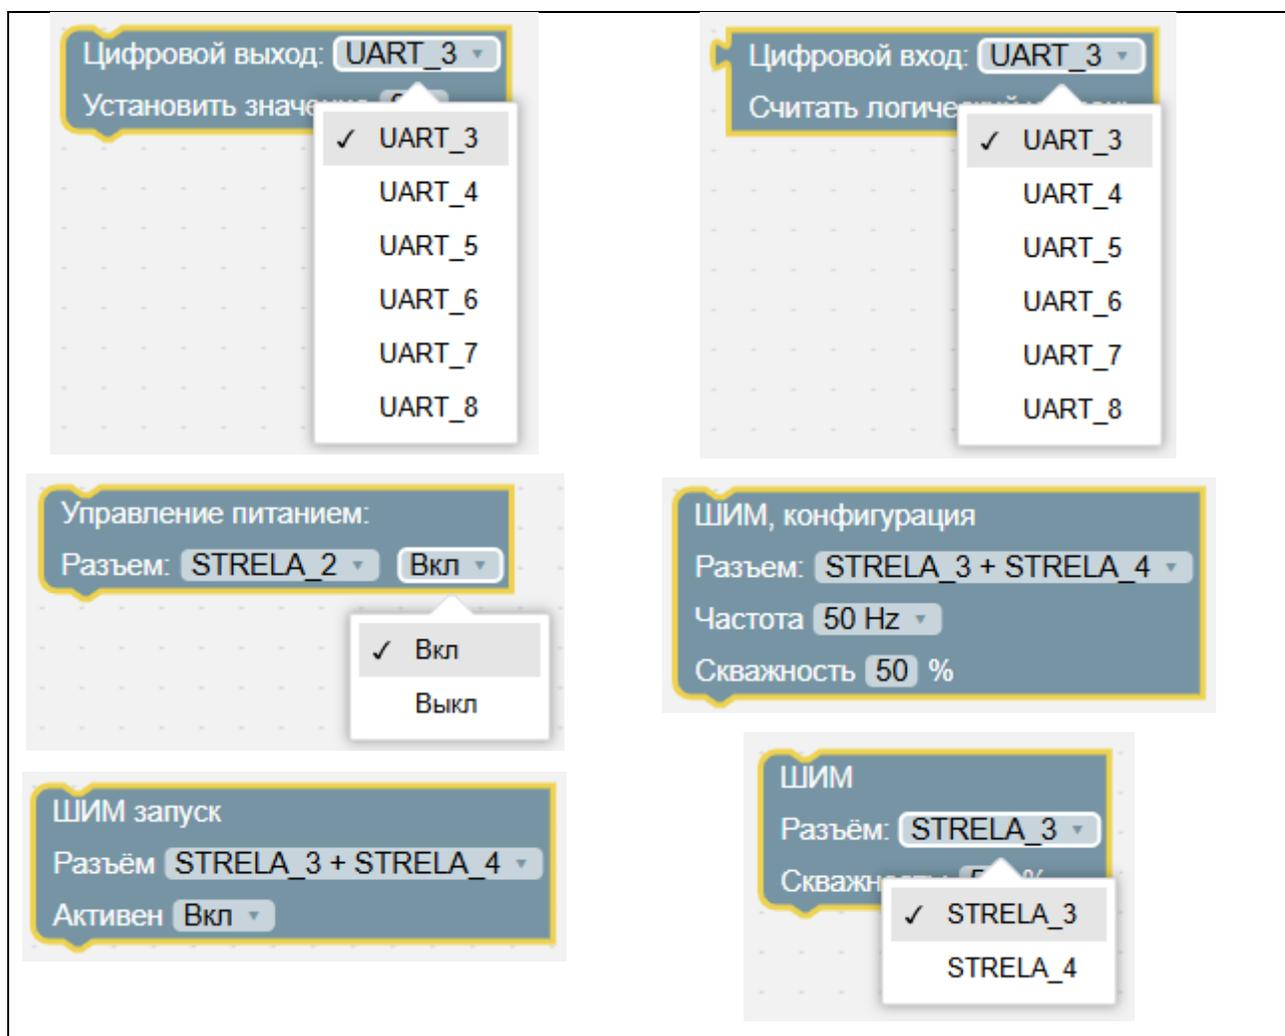

Рисунок 62 – Блоки «Периферия»
12. Периферия – управление внешними подключениями (см. Рисунок 62).